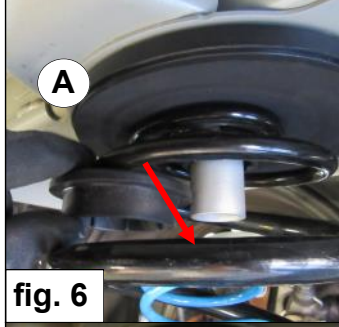

fig. 6
5. Plaats veerschotel A op de bovenzijde van de hulpveer C en centreer deze over het bovenste veerrubber. (Zie fig. 6 & 7).
5. Place the spring seat A on top of the auxiliary spring C and center it over the upper spring rubber. (See fig. 6 & 7).
5. Stellen Sie Federteller A auf der Oberseite des Hilfsfeder C und zentrieren Sie ihn auf der oberen Federgummi. (Siehe Abbildung 6 & 7).
5. Placez le support supérieur **A** sur le ressort auxiliaire **C** et centrez-le sur le caoutchouc du ressort supérieur. (Voir fig. 6 & 7).